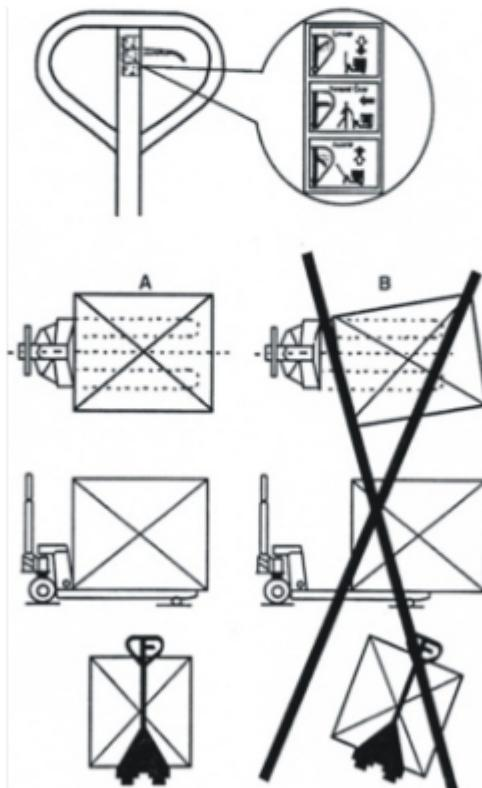

Рисунок 4. Расположение груза.
- Не перегружайте тележку. Грузоподъемность изделия указана для груза, распределенного равномерно, центр тяжести которого приходится на середину вил. (Рисунок 4).